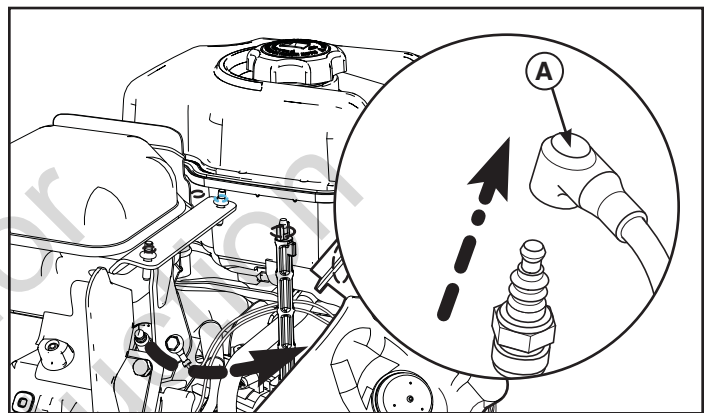

Figure 11
1. Pendant que le moteur est arrêté mais encore chaud, déconnectez le câble de la bougie (A, Figure 11) et tenez-le à l'écart de la bougie.